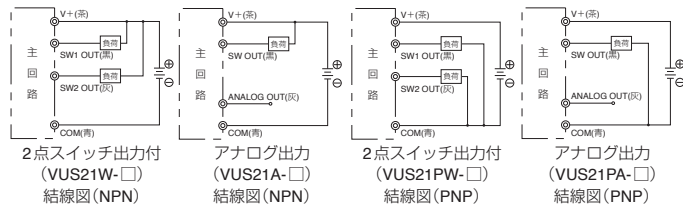

図1 LED表示付圧力センサ接続方法
- (1) 配線は、必ず電源を切って行ってください。
- (2) 配線時には、必ずリード線の色、端子出力の確認を行ってください。
- (3) 結線は、図1の接続方法を参照してください。
- (4) 引出しケーブルに強い引張力や、極端な曲げを与えないでください。
- (5) 接続コネクタ部よりケーブルの脱着が可能です。ケーブル離脱の際には、コネクタ部を持ち、ストッパを押しながらケーブルを引抜いてください。なお、着脱時には、センサ基盤に負荷が掛かりますので、ケーブルの着脱は必要最低限に留めていただくことをお勧めいたします。
- (6) VUS21□—M5タイプの圧力導入口は、M5メートルネジです。別売のPISCO継手をご使用ください。なお、継手の締付トルクは、1.0～1.5N・mで、継手本体の六角部にスパンを掛けて行ってください。